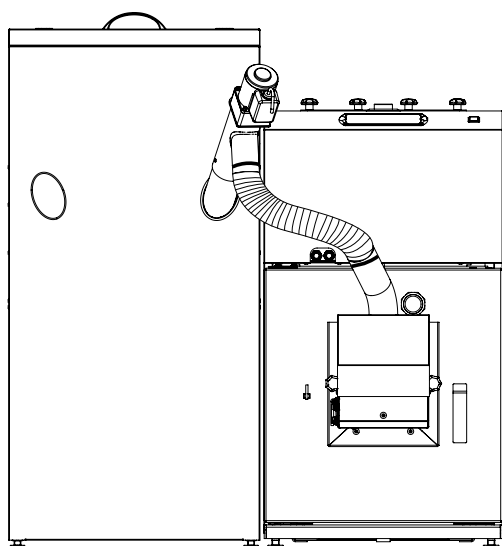
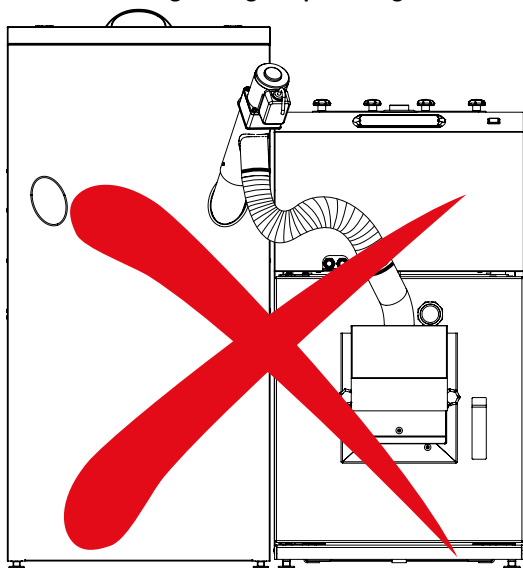

Fig. 4 Korrekt tilslutning af sneglens plastslange.
Fig. 5 Ukorrekt tilslutning af sneglens plastslange.
4. Udfør alle nødvendige justeringer med hensyn til forbindelsesledets hældningsgrad og længden af plastslangen. Forbindingen må ikke forårsage bøjninger af plastslangen, fordi disse kan medføre blokering af piller (se Fig. 4 og Fig. 5).